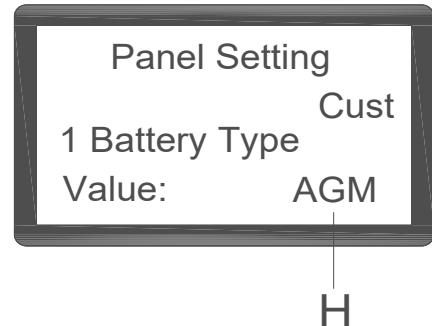

Figure 6
- Appuyer simultanément sur le bouton d'écoulement d'eau « - »(A, Figure 6) et « + »(B, Figure 6).
- Insérer la clé de contact (C, Figure 6) et la tourner sur « I ».
- Après plusieurs secondes, entrer dans l'écran de sélection du mode de batterie (Figure 6).
- Appuyer sur le bouton d'écoulement d'eau « - » (A, Figure 6) et « + » (B, Figure 6) pour sélectionner le mode batterie (H, Figure 6).
- Appuyer sur le bouton de déblocage (D, Figure 6), 3 secondes plus tard, « Mise à jour OK » s'affiche ce qui signifie que le réglage est réussi. Redémarrer la machine. (C, Figure 6).